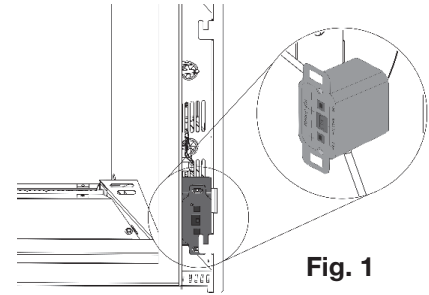

Fig. 1
Pour que l'appareil est fonctionnel par sauvegarde de piles, vous devez installer 4 piles « AA » dans le récepteur. Le récepteur est situé dans le coin inférieur droit de l'appareil (**Fig. 1**).
2. Retirez la 1 vis servant à fixer le support en place (**Fig. 1**). Soulevez le support et sortez-le des fentes, en le soulevant à travers l'ouverture entre le chambre de combustion et l'enveloppe extérieure de l'appareil (**Fig. 2**).
5. Sécurisez la 1 vis pour fixer le support et le récepteur en place (**Fig. 1**).